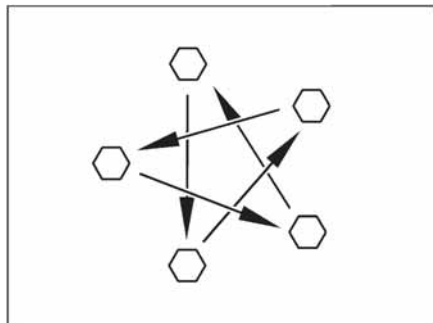

Fig. 169 Serrare a croce i dadi o i bulloni delle ruote
- Controllare regolarmente il serraggio dei dadi o dei bulloni. Regolare a croce (Fig. 169) il serraggio dei dadi o dei bulloni di una ruota sostituita dopo circa 50 km.
- ▶ Serrare a croce i dadi o i bulloni delle ruote (Fig. 169).